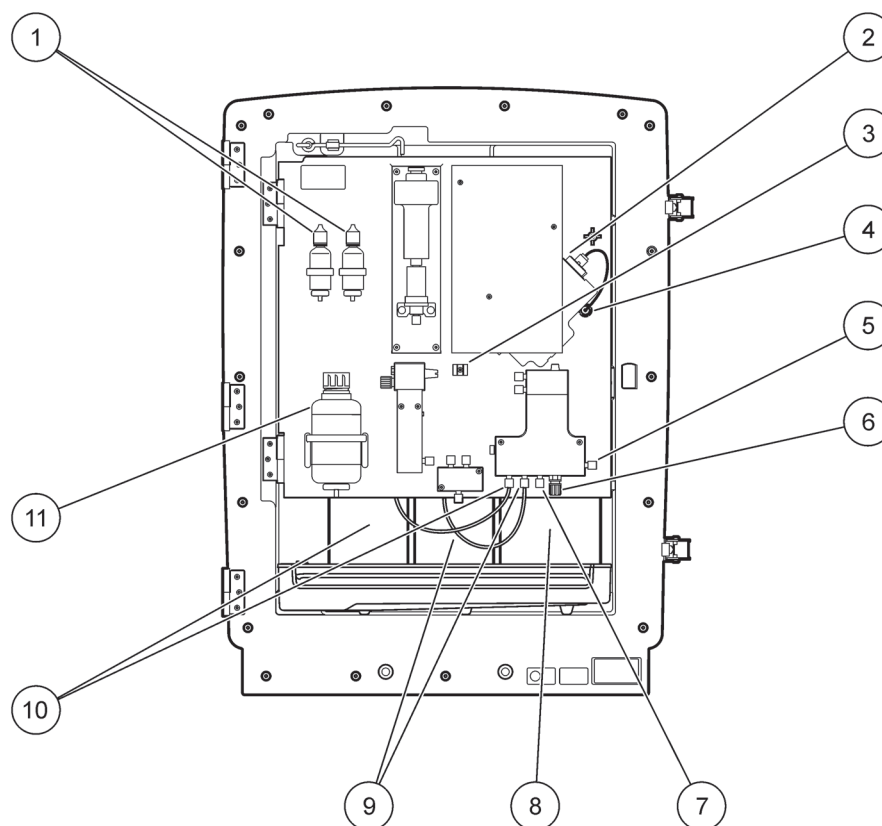

Figura 17 Produtos químicos e reagentes no AMTAX sc (Consulte Tabela 3 na página 30 para obter mais informações)
1. Coloque os recipientes de reagente no instrumento (Figura 17 na página 31).